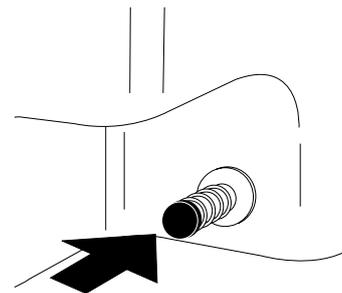

Abb. 2A
2. Den Abflussschlauch in den Anschlussstutzen stecken (Abb.2A).